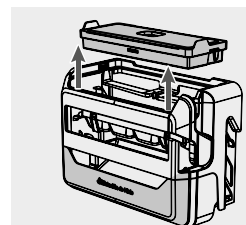

Figura 44
- Retire el tanque del Fabricador de hielo. (Figura 44).